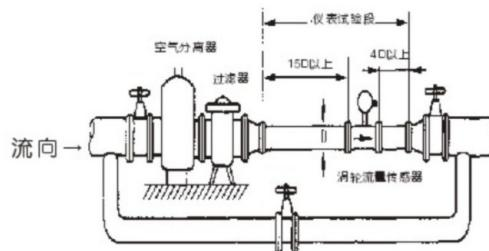

图 6-4 涡轮流量计附属装置配置示意图
- 为了在检修中不中断流体输送，通常在流量计的下游安装截止阀，同时设置旁通管道，并应确保测量时旁通阀门关闭时不泄漏。流量计的典型安装管道系统如图 6-4。